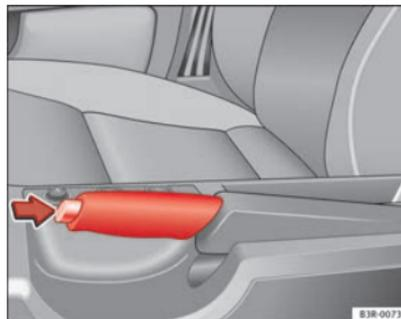

Fig. 142 Detalle de la consola central: Freno de mano puesto
- Levante ligeramente la palanca del freno de mano y pulse al mismo tiempo el botón de bloqueo ⇒ fig. 142 (flecha).